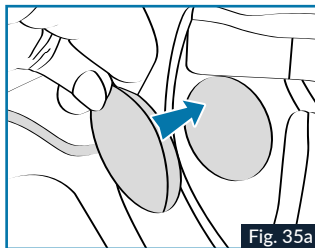

Fig. 35a
4. Fügen Sie in die Aussparungen für die Ohrstöpsel die linken und rechten Lautsprecher des SENA FOR SHARK (Bluetooth oder Mesh) ein. Sie werden am Klettverschluss auf der Rückseite der Lautsprecher und am Klettverschluss auf den Schaumstoffstöpseln in den Aussparungen für die Ohrstöpsel angebracht. Abb. 35a/b